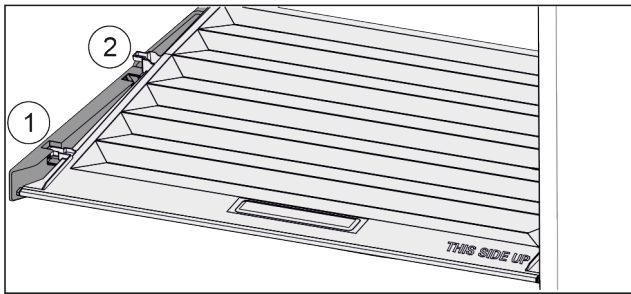

Fig. 63
- ▶ Húzza előre Fig. 63 (1) a fedelet a tartóelemek nyílásáig.
- ▶ Emelje meg hátul alulról, és felfelé vegye ki Fig. 63 (2).